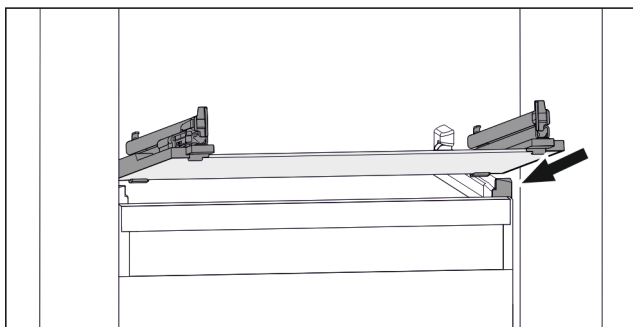

Fig. 154 Przykładowa prezentacja płyty szklanej
- ▶ Założyć płytę szklaną pod skosem za stoperami. (patrz Fig. 154)